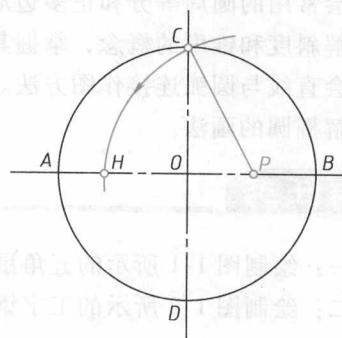

图 1-6 找弦长
(4) 作五等分点 以 P 为圆心，PC 长为半径画弧交直径 AB 于点 H，如图 1-6 所示。